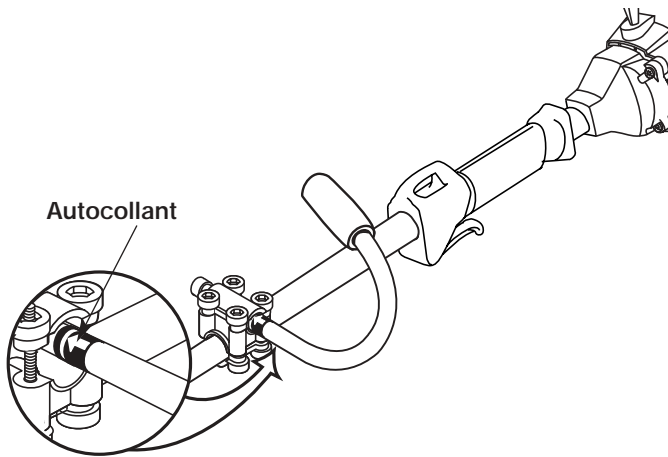

Fig. 2
2. Glissez la poignée en J en un va-et-vient jusqu'à ce que la flèche/ligne blanche de l'autocollant touche l'ensemble de la bride (Fig. 2).